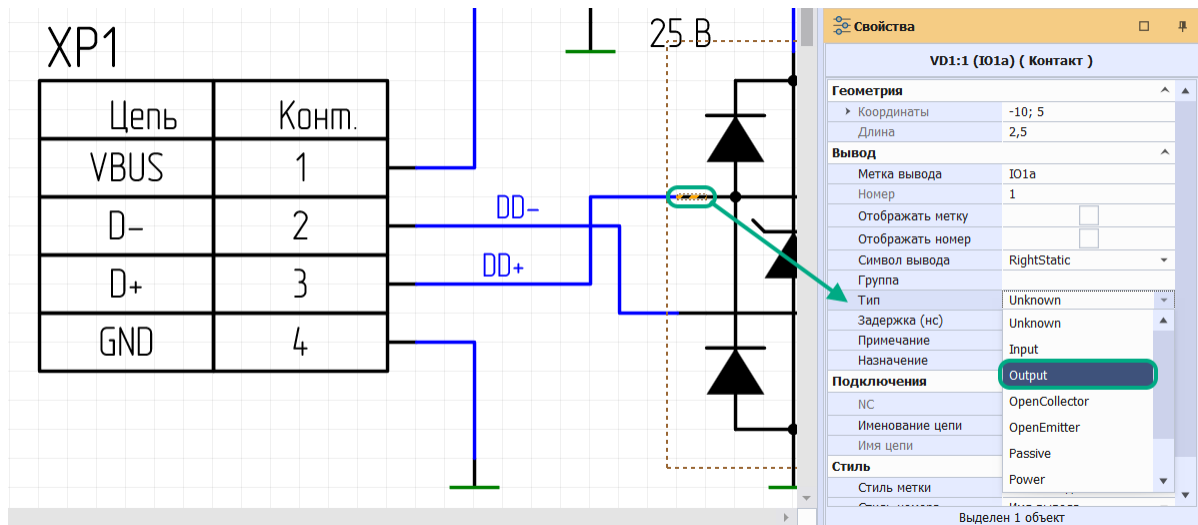

Рис. 133 Определение типа контакта элемента дифференциальной цепи
4. В окне «Свойства» → «Вывод» → «Тип» выбрать тип контакта Output, см. Рис. 133.